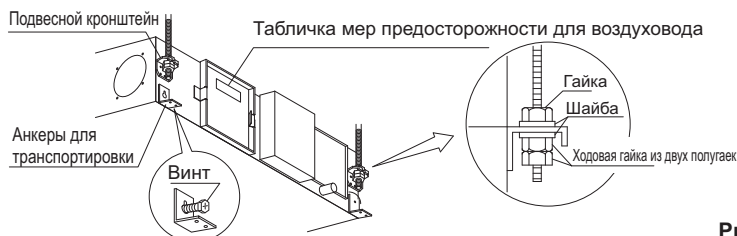

Рис. 4
(1) Временно установите блок.
- Закрепите подвесной кронштейн к болту для подвешивания. Надежно закрепите его с помощью гаек (M10, M12) и шайб (M10 наружным диам. 30 - 34 мм, M12 наружным диам. 36 - 38 мм) (местная поставка) с верхней и нижней стороны подвесного кронштейна. (См. Рис. 4)